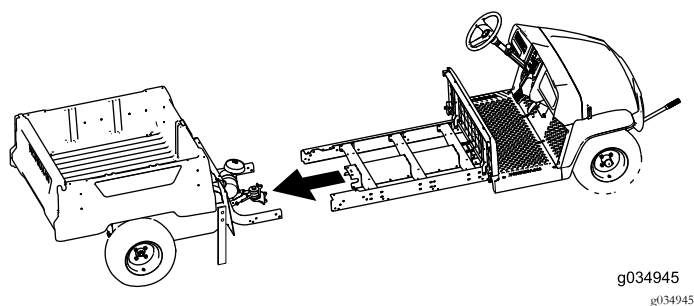

Figura 27
- Peça ajuda a um assistente para unir as secções dianteira e traseira da máquina (Figura 27).